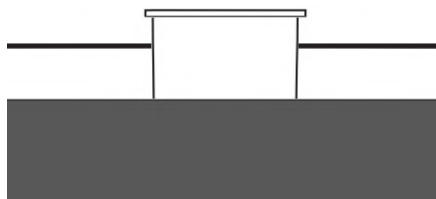

Figure 8
**Ne remplissez pas le réservoir à ras bord. Remplissez le diesel jusqu'au fond du tamis du réservoir. Laissez toujours environ 1/3 du réservoir de carburant non rempli. (fig.8)**